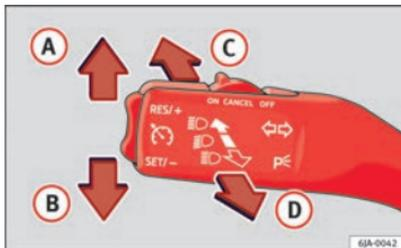

Fig. 57 Levier des clignotants et des feux de route
- Actionnez le levier des clignotants ⇒ fig. 57 vers le volant en le poussant vers le bas et maintenez-le dans cette position.
- Actionnez le levier des clignotants ⇒ fig. 57 vers le volant en le poussant vers le haut et maintenez-le dans cette position.
- Déplacez le levier ⇒ fig. 57 vers le haut (A) ou vers le bas (B).
- Poussez le levier ⇒ fig. 57 vers l'avant dans le sens de la flèche (C).
- Les feux de route s'éteignent et le levier revient à la position d'origine dans le sens de la flèche (D).
- Tirez le levier ⇒ fig. 57 vers le volant (jusqu'en butée) dans le sens de la flèche (D).
- Déplacez le levier des clignotants ⇒ **fig. 57** ⇒ page 103 vers le haut ou vers le bas – les feux de position du côté droit ou gauche du véhicule s'allument.